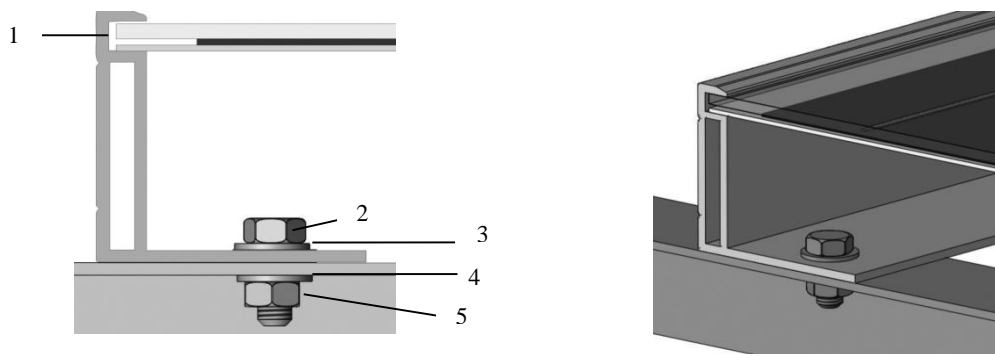

Figura 1: Módulo fotovoltaico solar instalado mediante el método de fijación con tornillos
- Sujete el módulo en cada punto de fijación mediante un tornillo M8, una arandela plana, una arandela de resorte y una tuerca, tal como se muestra en la Figura 1, y apriete el tornillo con un par de 16 a 20 N m.